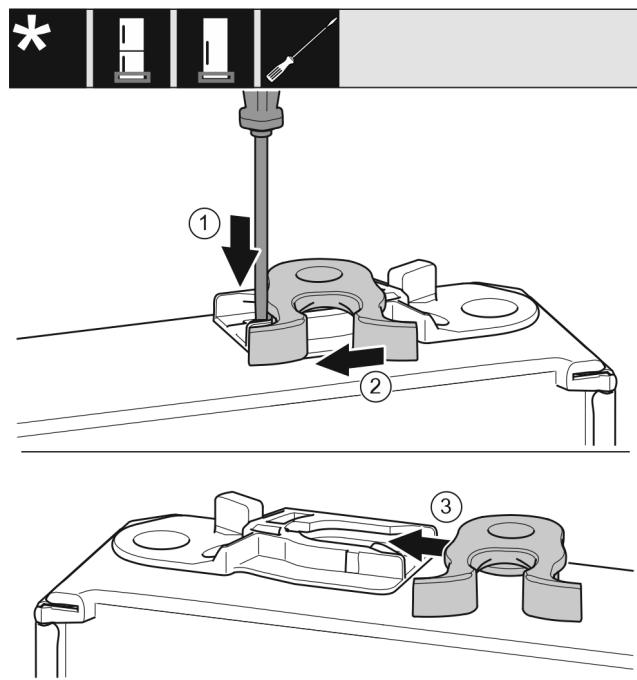

Fig. 23 *
- ▶ Presione hacia atrás la pestaña Fig. 23 (1) con el destornillador de punta ranurada.*
- ▶ Retire el gancho de cierre Fig. 23 (2) de la guía.
- ▶ Deslice el gancho de cierre Fig. 23 (3) hacia la guía sobre el lado opuesto.*